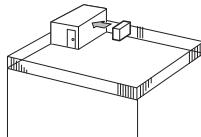

Fig. 2-3
- ① Поставете изхода за въздух към най-близката стена на разстояние 35 см от стената. (Fig. 2-3)